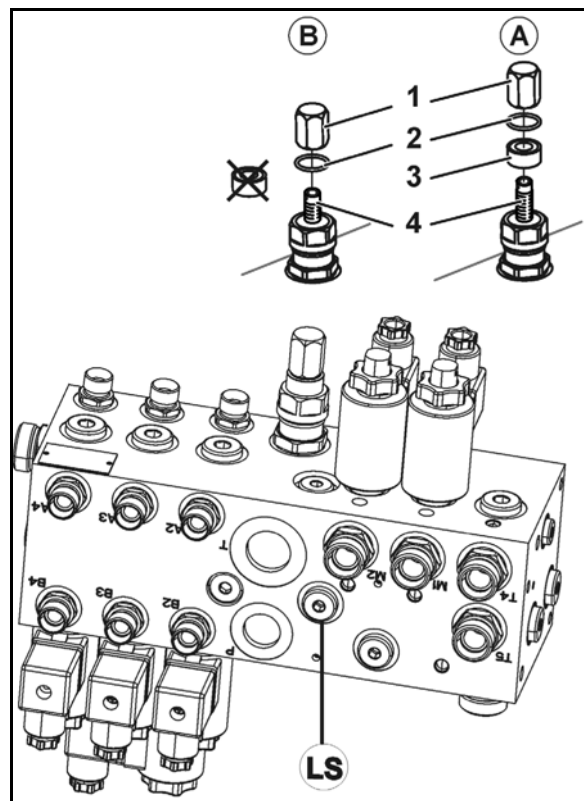

図 32
3. スペーススリーブを取り付けます (負荷感知なし) (図 32/A)。